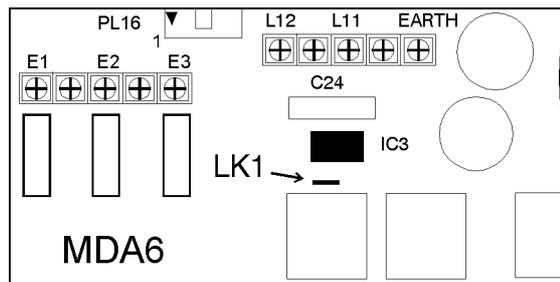
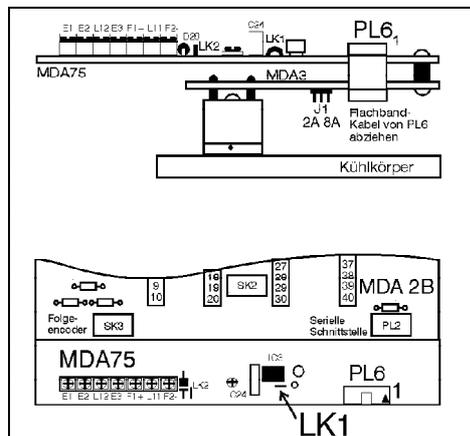

Abbildung 3 Anschluß Flachbandkabel ab M350 ( R )
Abbildung 4 Anschluß Flachbandkabel bei MENTOR bis M210 ( R )
- Lötbrücke LK1 auf MDA6 oder MDA75, je nach Baugröße des MENTOR II, auftrennen (siehe Abb. 3 und Abb. 4).
Die Abb. 3 zeigt den Flachbandkabel - Anschluß PL16 auf der MDA6 (MENTOR II ab M350 ( R )).